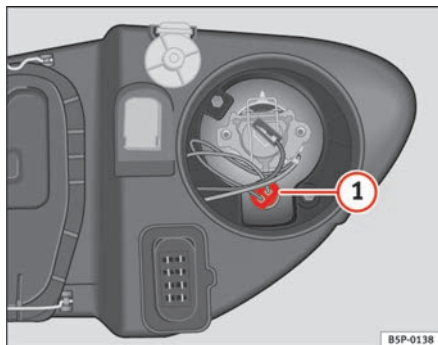

Abb. 165 Standlicht
- Die Fassung ⇒ Abb. 165 **1** herausnehmen.